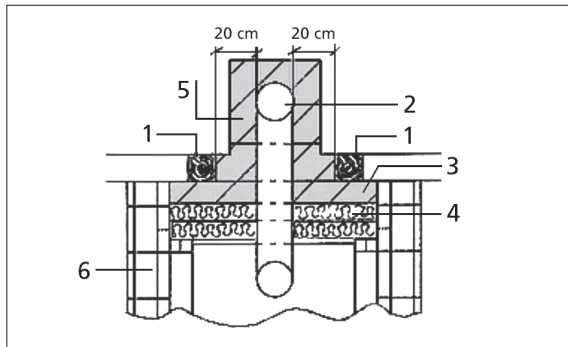
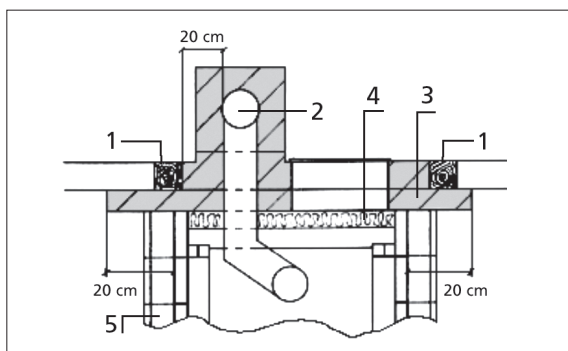

Bild 1-2 Ummauerung von Bauteilen, Variante 1
Bild 1-3 Ummauerung von Bauteilen, Variante 2
Schützen Sie brennbare Teile im Stellbereich gegen Erwärmung durch Aufstellen einer Brandschutzwand entsprechend Bild 1-1 bis Bild 1-3.
Müssen im Stellbereich Ihrer Ofenanlage die oben aufgeführten Bauteile gegen Erwärmung geschützt werden, muss eine Brandschutzwand entsprechend Bild 1-2 oder Bild 1-3 mit folgenden Eigenschaften vorgemauert werden:
- Dicke der Isolierung entsprechend der Wärmedämmung innerhalb des Ofens (Bild 1-2).
Bei Rauchrohrführungen durch Holzwände oder im Bereich von Stahl/Stahlbetonstützen muss ebenfalls auf eine 20 cm breite, allseitig mineralische Ummauerung des Rauchrohres geachtet werden (siehe Bild 1-2 und Bild 1-3).